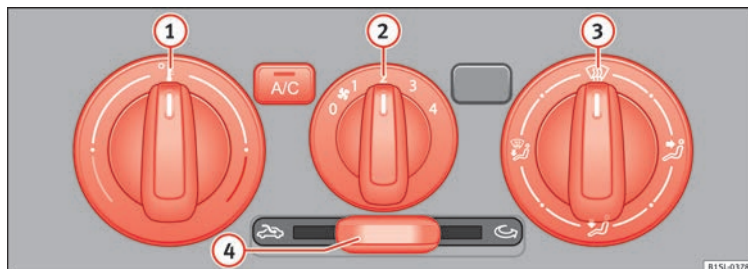

Fig. 38 Sur la console centrale supérieure : commandes du climatiseur manuel et du système de chauffage et d'air frais.
Désactivation	Se désactive en tournant le bouton de réglage central ② à la position 0 » fig. 38.
Température	Le bouton de réglage rotatif gauche ① » fig. 38 permet de régler la température.
Ventilateur Le bouton de réglage rotatif central ② » fig. 38 permet de régler la vitesse du ventilateur.
Répartition de l'air	Le bouton de réglage rotatif droit ③ » fig. 38 permet de régler la répartition de l'air.  : Répartition de l'air vers la partie supérieure du corps à travers les diffuseurs d'air du tableau de bord.  : Répartition de l'air vers le plancher.  : Répartition de l'air vers le pare-brise et le plancher.  : Éliminer le gel du pare-brise. Le gel du pare-brise est éliminé le plus rapidement possible, puis il est désembué (fonction de dégivrage/dés-embuage).
Le bouton de réglage déplaçable  » fig. 38 permet d'activer et de désactiver le recyclage de l'air ambiant » page 140.